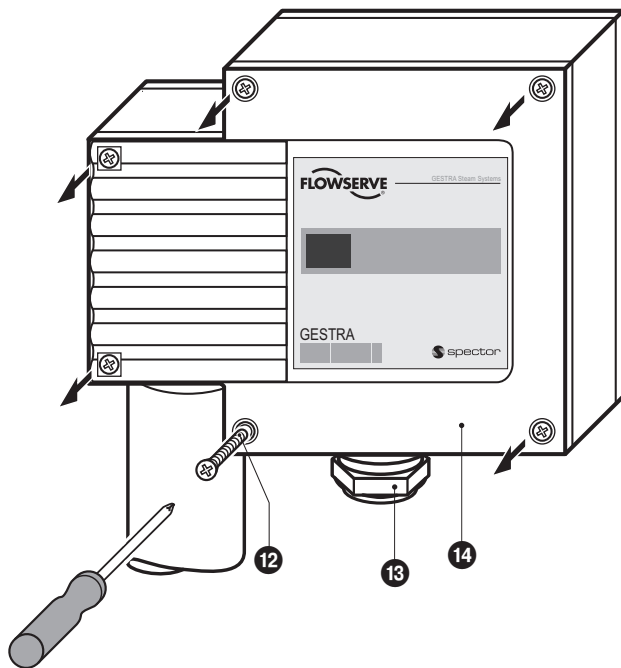

Fig. 14
1. Desserrer les vis **12** et enlever le couvercle **14** . **Fig. 14**. La flèche sur la plaque d'identification est dirigée vers le couvercle.
1. Desserrer les vis ⑫ et enlever le couvercle ⑬. **Fig. 14, 15**
2. Desserrer le raccord vissé de câble ⑭. Guider le câble à travers l'entrée de câble.
3. Retirer le bornier ⑮ de la carte imprimée.
7. Mettre le couvercle ⑬ en place et serrer les vis b à fond ⑫.